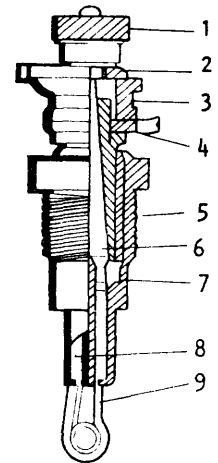

Fig. 4
*Bujías de incandescencia de filamento en espiral (fig. 4)*